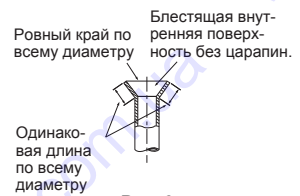

Рис. 6
- Сравните развальцовку с Рис. 6.